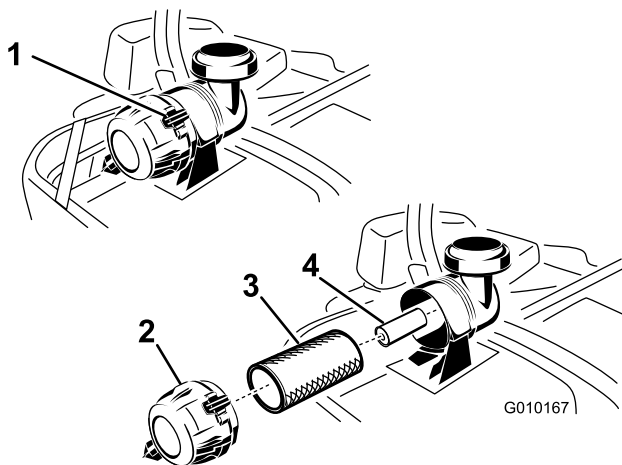

Bild 42
3. Üben Sie Druck aus, um die Riegel am Luftfilter zu lösen, und ziehen Sie die Abdeckung vom Gehäuse ab (Bild 42).
5. Schieben Sie den Hauptfilter vorsichtig aus dem Luftfiltergehäuse heraus (Bild 42). Vermeiden Sie ein Anstoßen des Filters an der Seite des Gehäuses.
1. Reinigen Sie den Papierfilter nicht sondern tauschen Sie ihn aus (Bild 42).
2. Wenn Sie den sekundären Luftfilter austauschen, schieben Sie ihn vorsichtig in das Filtergehäuse ein (Bild 42).
3. Schieben Sie den Hauptfilter vorsichtig auf den sekundären Filter (Bild 42). Stellen Sie sicher, dass dieser einwandfrei einliegt, indem Sie beim Einbauen auf den äußeren Rand des Filters drücken.
4. Setzen Sie die Luftfilterabdeckung auf (Entlüfterdeckel nach unten) und drehen sie so, dass die Riegel in der Abdeckung einrasten (Bild 42).